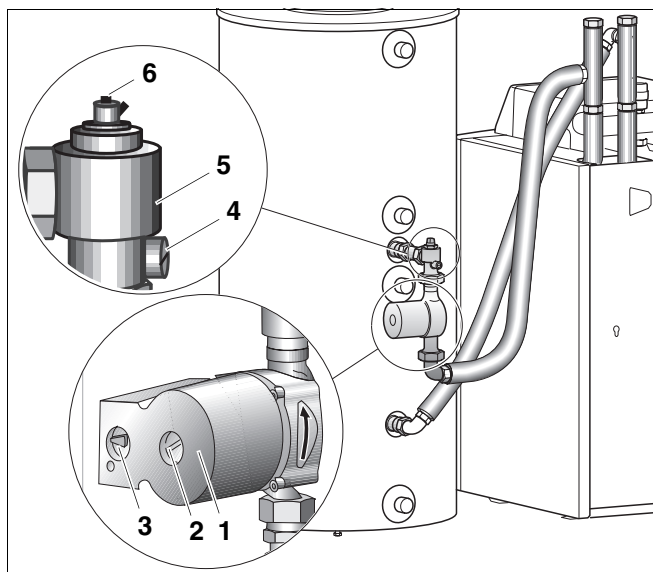

Abb. 12 Einstellungsmöglichkeiten beim Sperrventil und der Umwälzpumpe
Einstellungsmöglichkeiten am Schraubenschlitz (Abb. 12, **Pos. 4**) des Sperrventils (Abb. 12, **Pos. 5**):
- Schraubenschlitz (Abb. 12, **Pos. 4**) der Stellschraube des Sperrventils (Abb. 12, **Pos. 5**) in senkrechte Stellung bringen.
- Entlüftungsventil (Abb. 12, **Pos. 6**) öffnen.
- Stellen Sie bei der Inbetriebnahme die Umwälzpumpe (Abb. 12, **Pos. 1**) auf die höchste Stufe (Abb. 12, **Pos. 3**).
- Sobald am Entlüftungsventil (Abb. 12, **Pos. 6**) blasenfreies Wasser austritt, Entlüftungsventil (Abb. 12, **Pos. 6**) schließen.
- Schraubenschlitz (Abb. 12, **Pos. 4**) der Stellschraube des Sperrventils (Abb. 12, **Pos. 5**) in waagerechte Stellung bringen.
- Stellen Sie die Umwälzpumpe (Abb. 12, **Pos. 1**) auf höchste Stufe.
Wird die Umwälzpumpe (Abb. 12, **Pos. 1**) auf eine kleinere Stufe eingestellt, reduziert sich der Warmwasserkomfort.